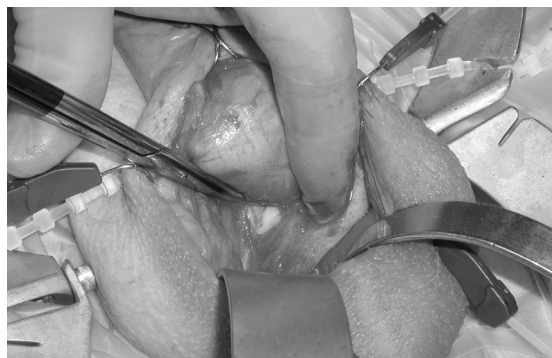

Figura 4-18.
7. Ao dissecar com precisão as redes da fáscia de Buck que ligam o corpo cavernoso divergente ao corpo esponjoso, pode obter-se rapidamente a mobilização da uretra. (**Figura 4-18**)